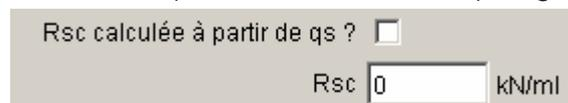

Figure 46 : boîte de dialogue Renforcements : onglet 1 (clous), avec case "Rsc calculée à partir de q_s " décochée
- ou est donnée directement (unité d'effort/m de clou) : Figure 46 :